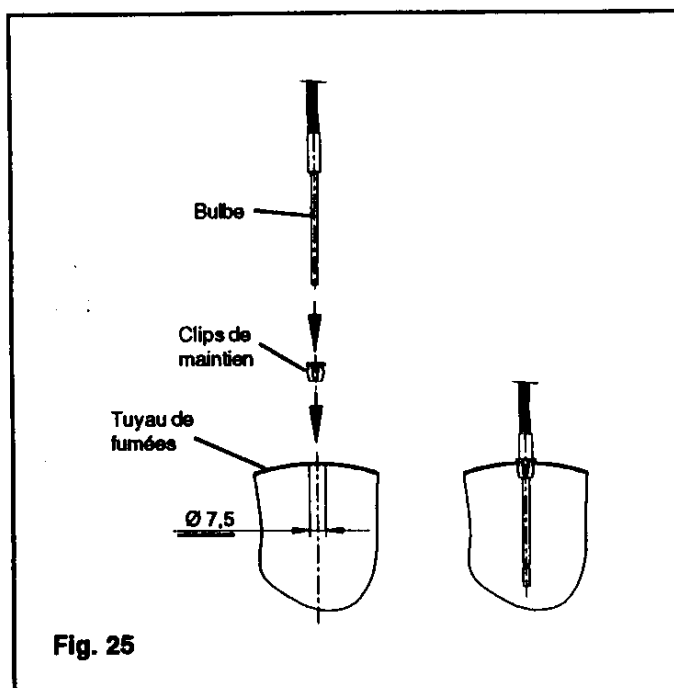

Fig. 25
- Percer, verticalement de préférence, le tuyau de fumées avec un foret  $\varnothing 7,5$  et enfoncer le clip de maintien du bulbe (voir figure 25),